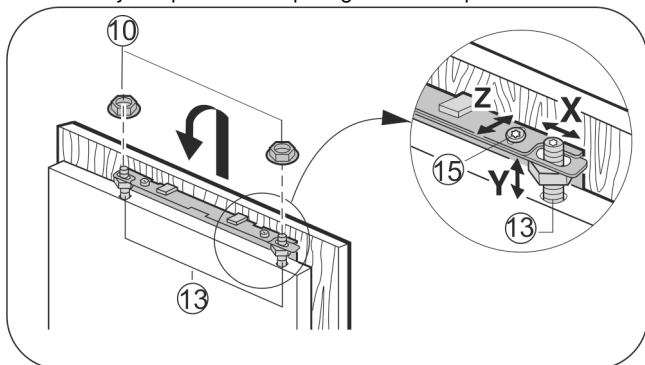

Fig. 27
- ▶ Vrata pohištva obesite na nastavitvene zatiče Fig. 27 (13) in protimatice Fig. 27 (10) rahlo privijte na nastavitvene zatiče.
- ▶ Vrata pohištva naravnajte na višino Y stranske poševnine: Nastavitvene zatiče Fig. 27 (13) nastavite z izvijačem.
- ▶ Zategnite protimatice Fig. 27 (10).